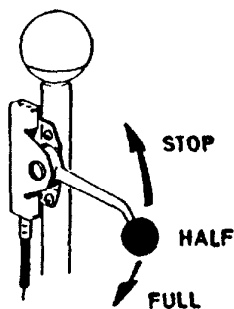

Fig. 43
3. Sett reguleringshendelen (fig. 43) i fullfartstilling (nedover).
- Sett reguleringshendelen i fullfartstilling. Hendel (fig. 43) peker nedover.
Gearhendelen innkobles med et lett trykk, fig. 43.